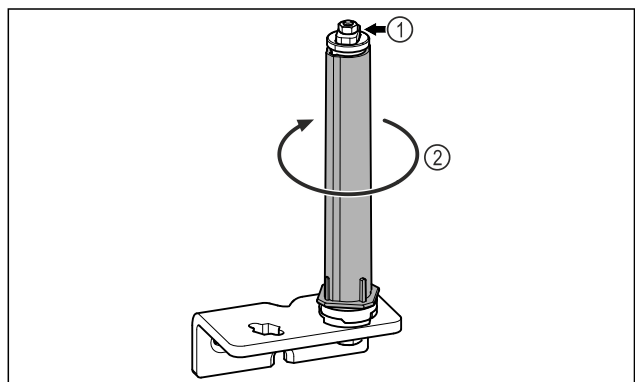

Fig. 14
▶ Не разбирайте систему закрытия двери Fig. 14 (1).
- ▶ Поворачивайте систему закрытия Fig. 14 (2) до щелчка.